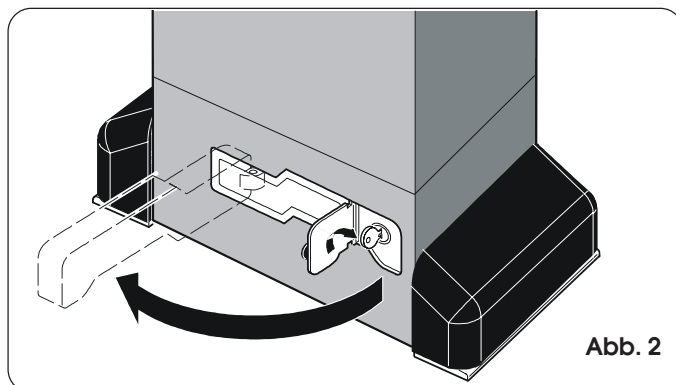

Abb. 2
- 3) Den Schlüssel im Uhrzeigersinn drehen und den Entriegelungshebel laut Angaben in Abb. 2 ziehen.